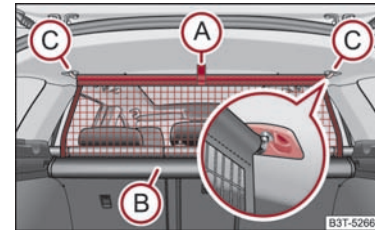

Abb. 95 Gepäcknetztrennwand herausziehen
- Ziehen Sie die Netztrennwand an der Lasche (A) ⇒ Abb. 95 aus dem Gehäuse (B) in Richtung der Halterungen (C).
- Setzen Sie die Querstange in eine der Aufnahmen (C) ein und drücken die Querstange nach vorn.
- Auf gleiche Weise befestigen Sie die Querstange an der anderen Fahrzeugseite, Aufnahme (C).
- Ziehen Sie die Querstange erst auf der einen, dann auf der anderen Seite etwas nach hinten und nehmen die Querstange aus den Aufnahmen (C) ⇒ Abb. 95.
- Halten Sie die Querstange so, dass die Netztrennwand in das Gehäuse (B) langsam und ohne Beschädigung aufrollen kann.